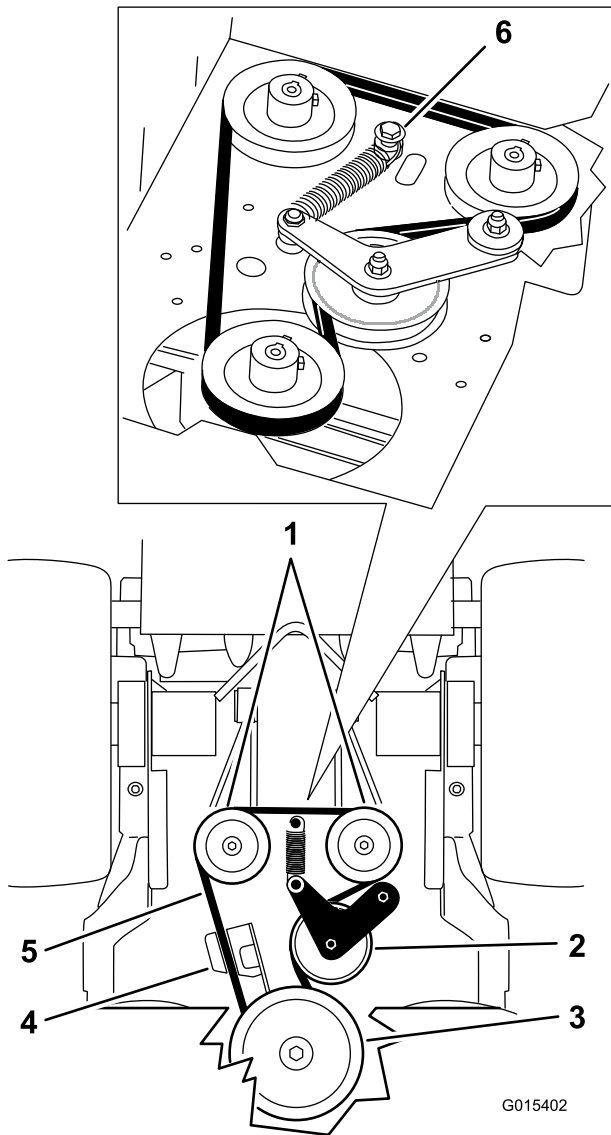

Figura 63
5. Retire el perno de cuello largo, la tuerca y la arandela de la carcasa del motor y del muelle (Figura 63).
6. Retire la correa de transmisión de la bomba (Figura 63).
8. Instale el muelle en el perno de cuello largo y la arandela, y conéctelo a la carcasa del motor con la tuerca (Figura 63).